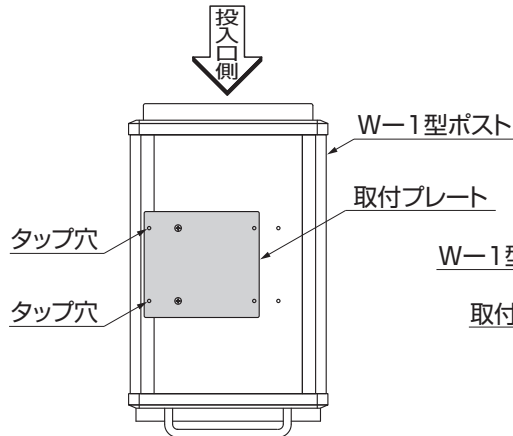

図3-1 外観右側に横付けする場合
①図3-1、3-2を参照して取付プレートをポスト本体に取付けてください。